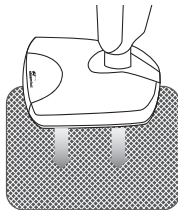

Figura 1
2. Encienda la unidad. Para ello, presione el botón de energía que se encuentra en el frente del cuerpo (A). El indicador de energía se encenderá en rojo cuando la unidad esté encendida (B).
3. Coloque el paño de apoyo en el piso de forma tal que los lados texturados queden hacia arriba. Coloque el cabezal del trapeador arriba del paño de apoyo para proteger el piso contra el exceso de calor y humedad (Figura 1).